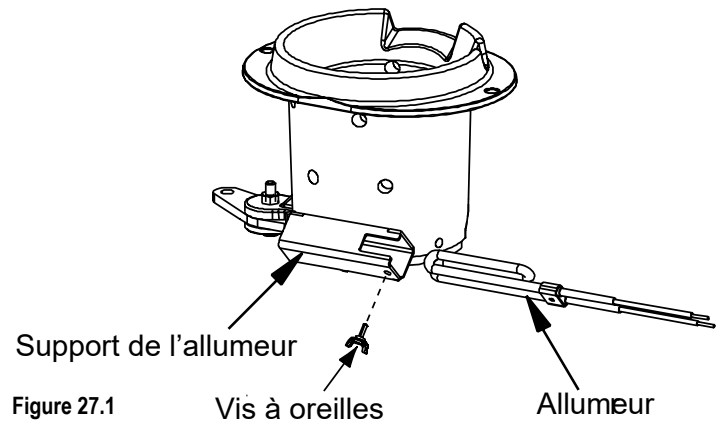

Figure 27.1
2. Les fils de l'allumeur sont connectés au faisceau de câbles au moyen de cosse rectangulaires mâles/femelles de 6 mm (1/4 po). Ces fils tireront vers l'avant d'environ 102 à 127 mm (4 po à 5 po). Déconnectez les cosse rectangulaires et sortez l'allumeur du logement. Desserrez la vis à oreilles et sortez l'allumeur (**Figure 27.1**).